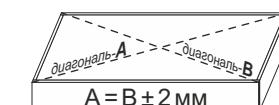

Рис.1
- Соединить боковины (1), поперечину (2), заднюю стенку (3), стяжки (5,6,7,8), крышу (4) и цоколи (11,12) еврошурупами (рис.1).
- Перевернуть изделие на бок и прибить гвоздями 2x20 подпятники к боковинам (1) и цоколям (11,12). Затем замерить диагонали секции (они должны быть равны:  $\pm 2$  мм) и прибить гвоздями 2x20 задние стенки, состоящие из ДВП (9,10) и соединительной планки. ДВП (10) к стяжке (7) прибить гвоздями 1,6x16 (рис.1).
- Установить короб шкафа на постоянное место. Навесить створку (13), используя петли и шурупы 4x16 (рис.1). Отрегулировать петли.
- Прикрутить ручку к створке (13) шурупами 4x25 (рис.1).